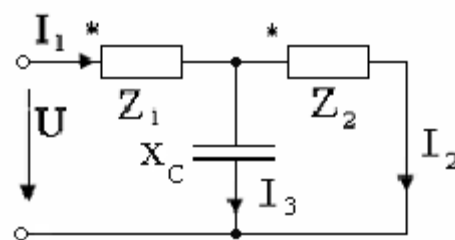

Рис. 88
67. Для цепи (рис. 88) определить емкостное сопротивление x_c , при котором наступит резонанс токов. Сопротивления элементов цепи $Z_1=(20+j34)$ Ом, $Z_2=(12+j10)$ Ом, $Z_3=-j x_c$ Ом, $Z_M=j60$ Ом. Вычислить все токи при $U=200$ В и построить векторную диаграмму.